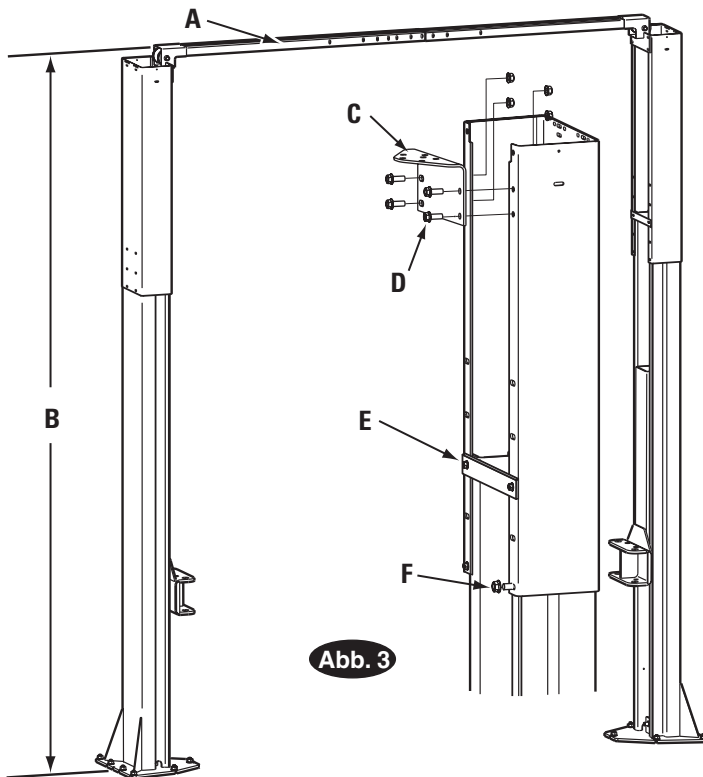

Abb. 3 Detail
2. Hebebühnen-Höhe: Siehe Abb. 3 für Hebebühnen-Gesamthöhe für jeden einzelnen Hebebühnentyp. 25 mm zur Gesamthöhe hinzufügen, um Mindesthöhe (bis zur niedrigsten Begrenzung) zu ermitteln.
4. Säulenverlängerungen: Säulenverlängerungen, wie in Abb. 5 und 5a dargestellt, anbringen. Verbindungsriegel anbringen (Abb.3).
Overhead-Halterung: Overhead-Halterung an Säulenverlängerungen anbringen, Abb.3.